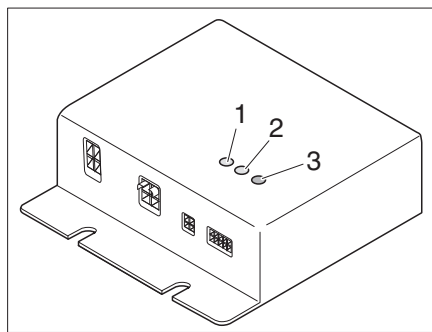

Fig. 313 Aparato regulador
El aparato regulador (Fig. 313) está montado en el armario ropero. Las luces de control del aparato regulador tienen el siguiente significado:
- El LED de control (Fig. 313,1) CC1 se enciende verde: El circuito de calefacción 1 está en funcionamiento
- El LED de control (Fig. 313,2) CC2 se enciende verde: El circuito de calefacción 2 está en funcionamiento
- LED de error (Fig. 313,3)